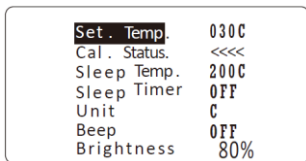

图 7
3.3 当 Cal. Status 显示“<<<<”(见图 7)，表示焊台温度已被校准过，温度已向下调整。